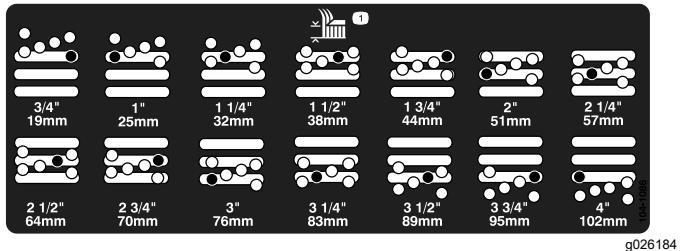

図 19
- 希望の刈り高にチェンバを合わせ、その刈り高の穴とスロットにスペーサを通す図 19。